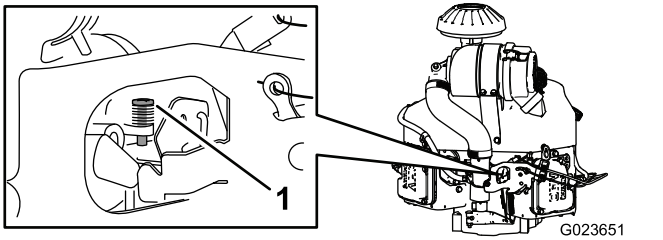

Bild 67
- Stellen Sie die Anschlagsschraube am Vergaser (Bild 67) so ein, dass